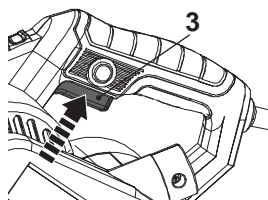

Fig. 13
1. Encender el producto pulsando el interruptor de encendido/apagado (3) (Fig. 13).